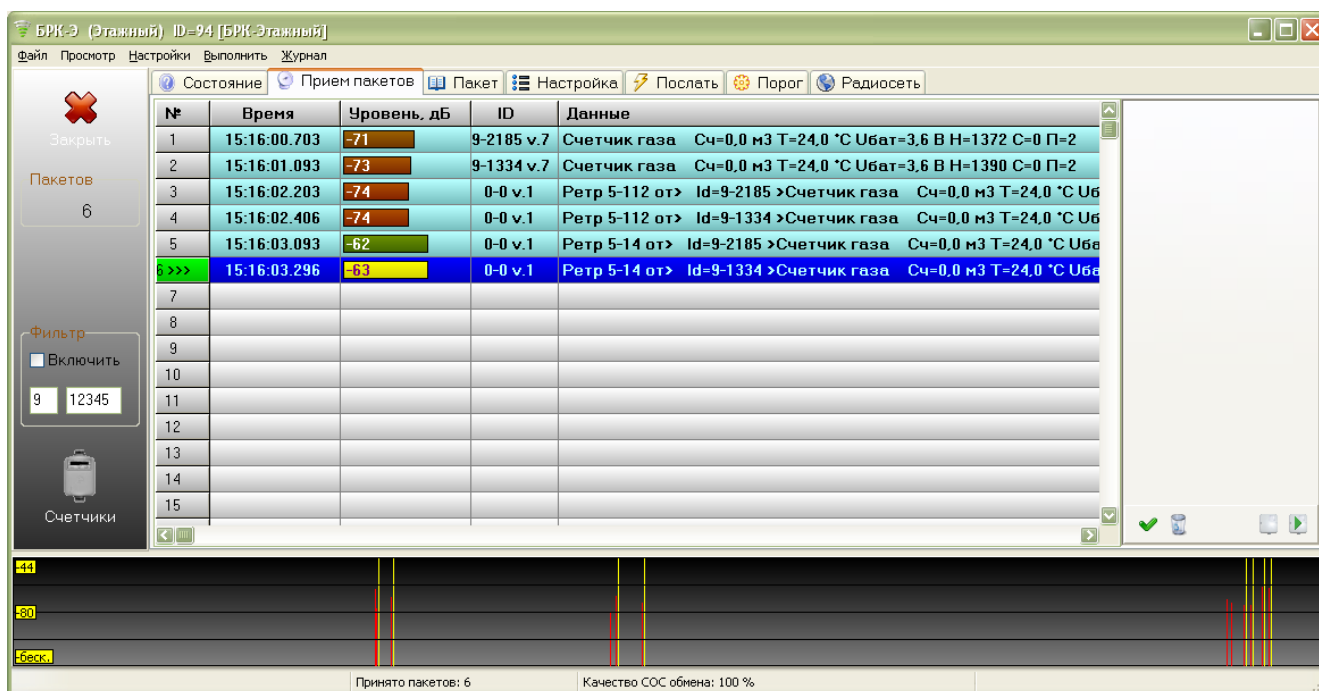

Рисунок 27 - Прием радиопакетов модулем USB-433
1) Открыть вкладку «Прием пакетов» и дождаться приема радиопакета от ретранслятора, для которого требуется произвести настройку параметров (рисунок 27).